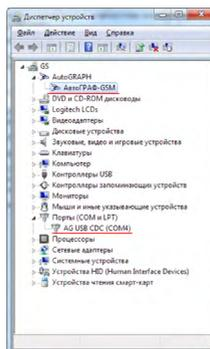

Рис.5
**6.** Аналогичным образом следует установить драйверы для устройства AutoGRAPH CDC. На этом установка драйверов для устройства АвтоГРАФ-GSM завершена. Прибор готов к работе с ПК (Рис.5).